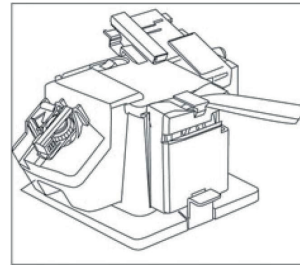

Рис. 4
1. Установите блок заточки ножей и ножниц (7) на силовой блок (8).
3. Удерживая ручку ножа как можно ближе к себе (*Рис. 4*), вставьте ближайшую к ручке часть лезвия в щель заточки ножей (16).
5. Установите другую сторону лезвия в противоположную щель заточки ножей (16) и повторите пункт 4.